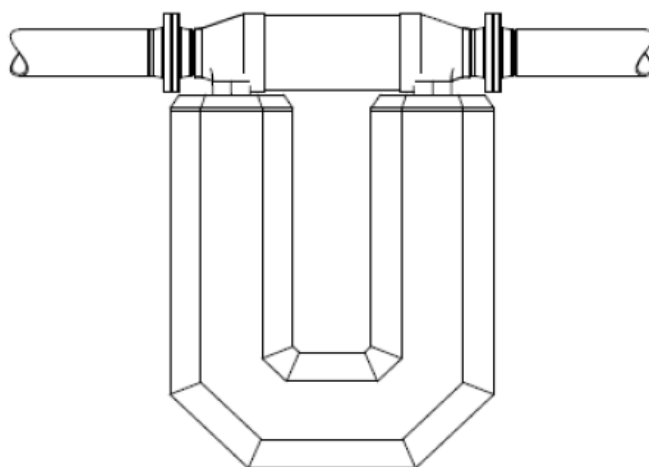

Рисунок 1 - Установка расходомера при измерении расхода жидкости
- при измерении расхода жидкостей расходомер должен устанавливаться вниз для того, чтобы в трубопровод не мог попасть воздух (см. рисунок 1);